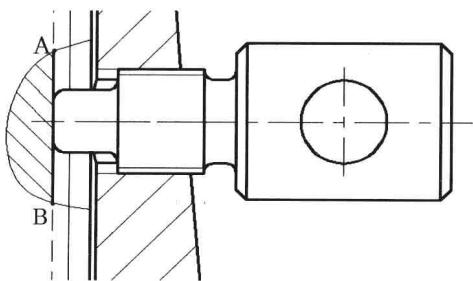

图 6-6-10
(14) 在“特性”面板中选择线宽为“0.30毫米”，在“绘图”面板中单击“直线”按钮 $/$ ，捕捉并单击点A和B，按Enter键，绘制一条粗直线。
(15) 单击“图案填充”按钮 \blacksquare ，打开“图案填充和渐变色”对话框，单击“添加：拾取点”按钮 拾 ，在直线AB与样条曲线围成的封闭区域内单击，按Enter键；填充“图案”选择“ANSI31”，“角度”选择90.00，“比例”选择“0.5000”。单击“确定”按钮，图案填充完成，如图6-6-10所示。